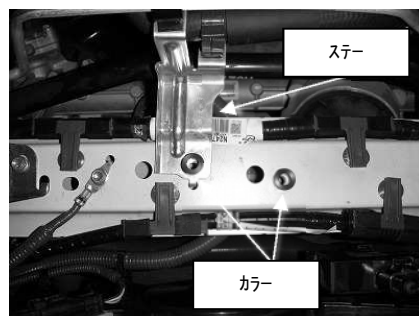

図 5
- 6)ホース類を固定しているステーのボルト 1本を取り外し、その部分と先に外した台座を固定していた部分にキット付属のカラーを配置し、ヒートプレートを取り付けて下さい。図 5、6 参照